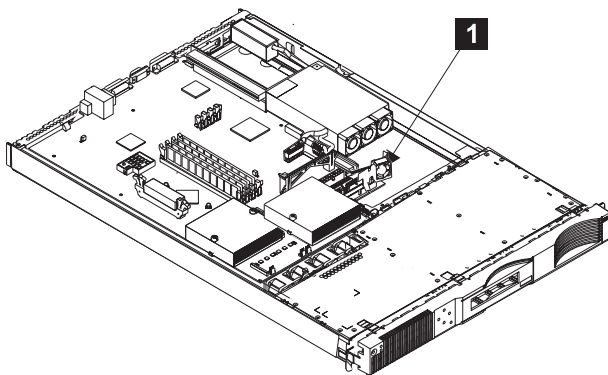

图 98. 卸下磁盘驱动器风扇
4. 请参阅图 98。
6. 请参阅图 98。通过向前滑动磁盘驱动器风扇的右边卸下整个风扇组合件 **1**。然后，将组合件从夹子中拉出。